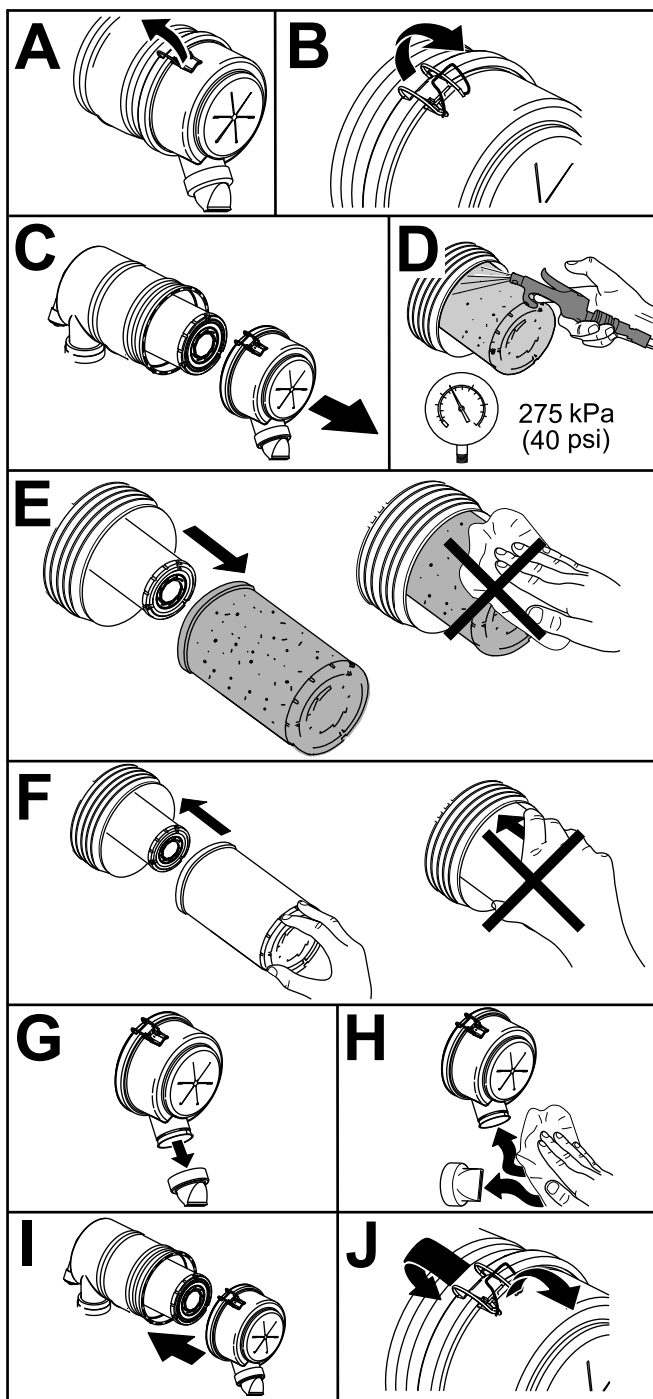

Bild 57
1. Wechseln Sie den Luftfiltereinsatz aus (Bild 57).